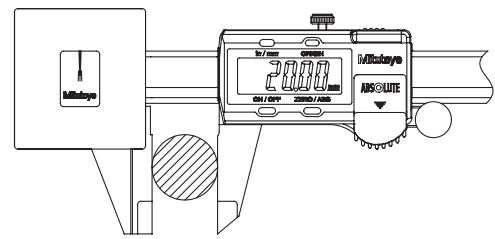

Fig.3
- 4) 測定に際しては測定物をジョウの間にはさみ、定圧装置の指針が定圧領域に入るようにスライダを操作し、その状態でのデジタル表示の値を読み取って下さい。(Fig.3)
- 4) Beim Ablesen der Werte sicherstellen, dass das Werkstück zwischen den Messschenkeln platziert und der Schieber in den Bereich bewegt wird, in dem die Vorrichtung für konstante Messkraft im zulässigen Bereich bleibt. (Abb. 3)